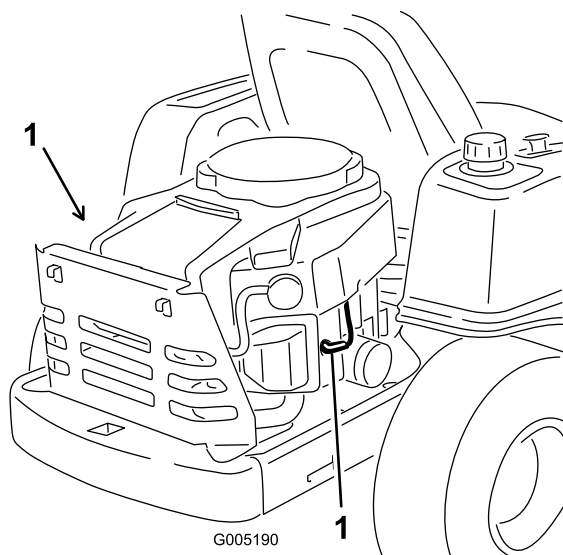

Figura 29
Togliete il cappellotto dalla candela (o candele) (Figura 29).
3. Collegate il cappellotto alla candela (Figura 29).